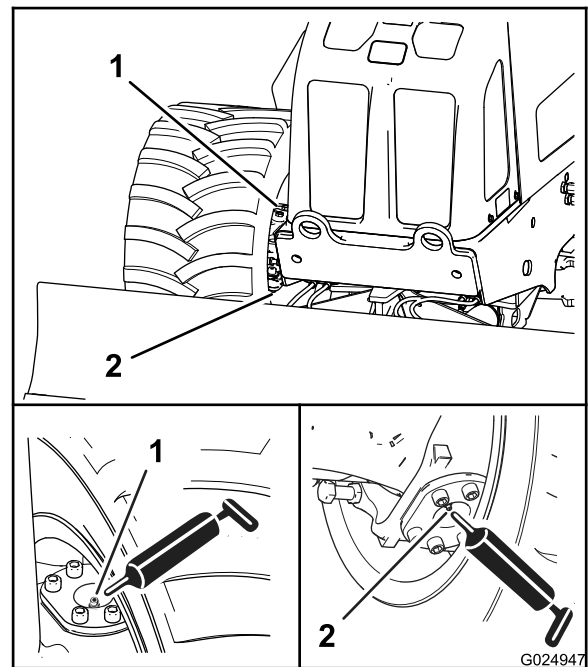
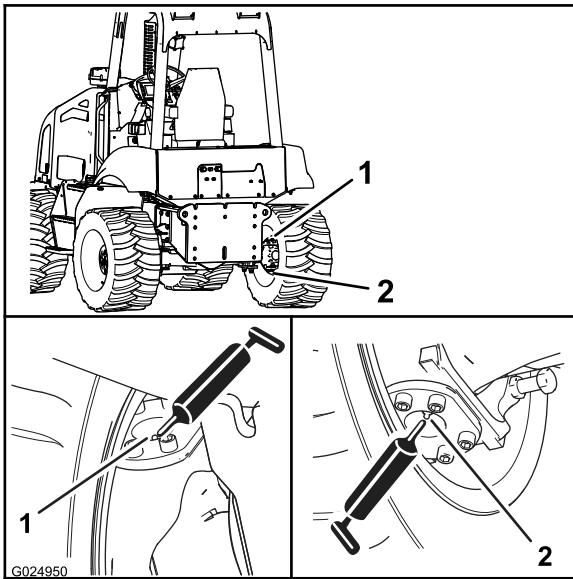

Bild 59
Bild 60
2. Setzen Sie eine Fettpresse auf jeden Schmiernippel für die oberen und unteren Drehzapfen und drücken Sie zwei bis drei Stöße des Fettes auf jeden Schmiernippel ein (Bild 59 und Bild 60).